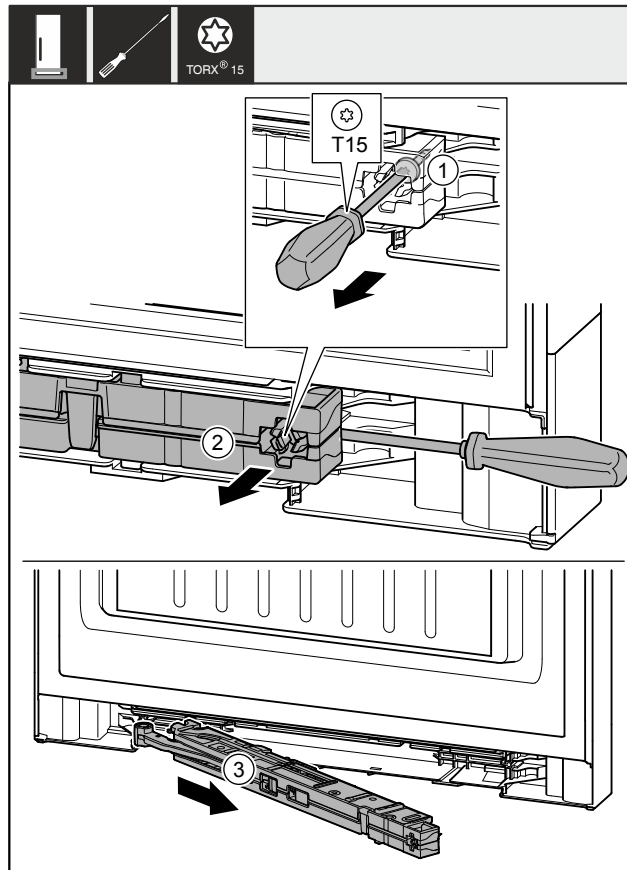

Fig. 12
- ▶ Odkręcić śrubokrętem śrubę Fig. 12 (1) na amortyzatorze zamykania drzwi na ok. 14 mm.
- ▶ Wyczepić amortyzator zamykania drzwi Fig. 12 (2) śrubokrętem po stronie uchwytu.
- ▶ Wyjąć amortyzator zamykania drzwi Fig. 12 (3).